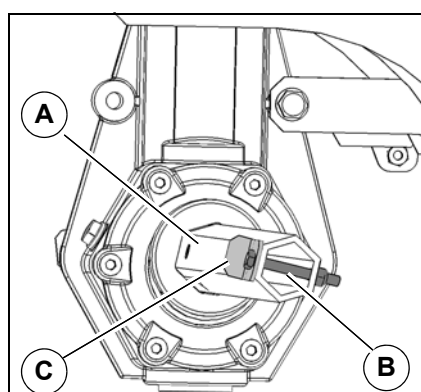

Fig. 137:
2. La brosse rotative est fixée sur le tube de support **Fig. 137-A** avec un boulon **Fig. 137-B**, une rondelle et une équerre **Fig. 137-C**. Desserrer le boulon et retirer l'ensemble.